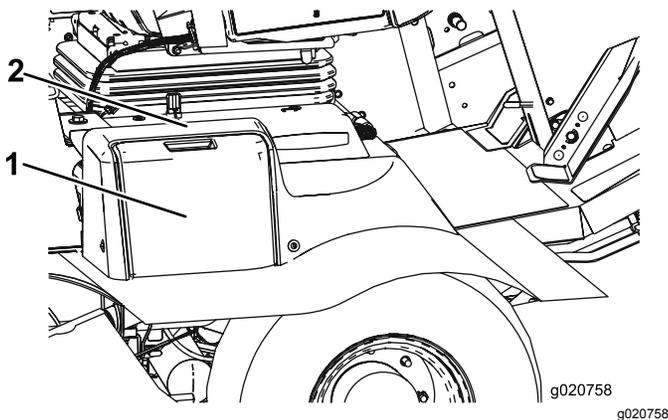

Figure 82
1. Ouvrez le couvercle de la batterie sur le côté du carénage (Figure 82).
**Remarque:** Appuyez sur la surface plate au-dessus du couvercle de batterie pour faciliter la dépose du couvercle (Figure 82).